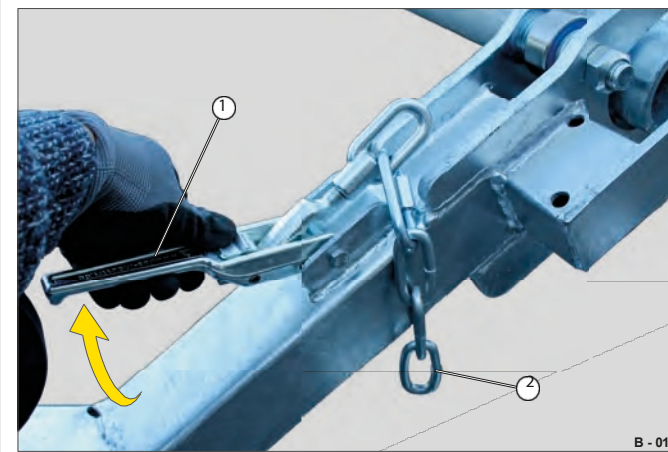

Fig. 3 Transportaxeln oläst
- Lyft spaken (Fig. . 3/1) och lossa kedjan (Fig. 3/2) från kroken (Fig.).. 2/4